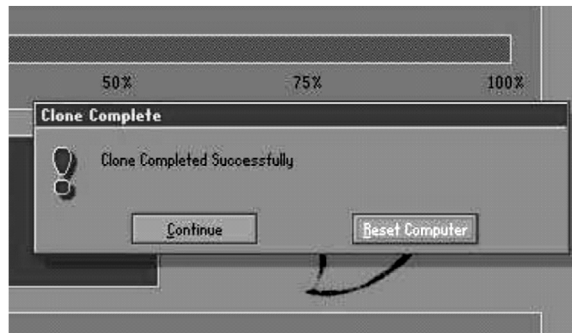

图 3-78 选择重启笔记本电脑来完成克隆的全部操作
⑤ 当“Progress Indicator”进度条走完后，表示映像文件已经恢复完毕。需要重新启动笔记本电脑来完成克隆操作。如图 3-78 所示，根据提示在“Clone Complete”对话框中选择“Reset Computer”按钮，再按 < Enter > 键，即可重新启动笔记本电脑。克隆操作系统全部完成，系统恢复到最初的良好状态。